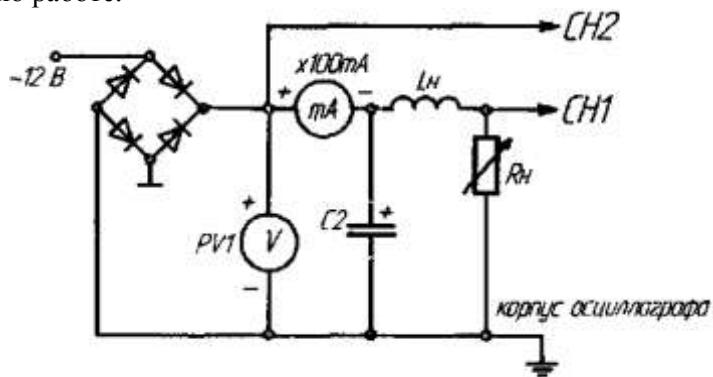

Рис. 4
1) Собрать схему по рис. 4. Установить заданное значение тока нагрузки  $R_H$ . В качестве вольтметра использовать PV1. Подключить входы осциллографа;